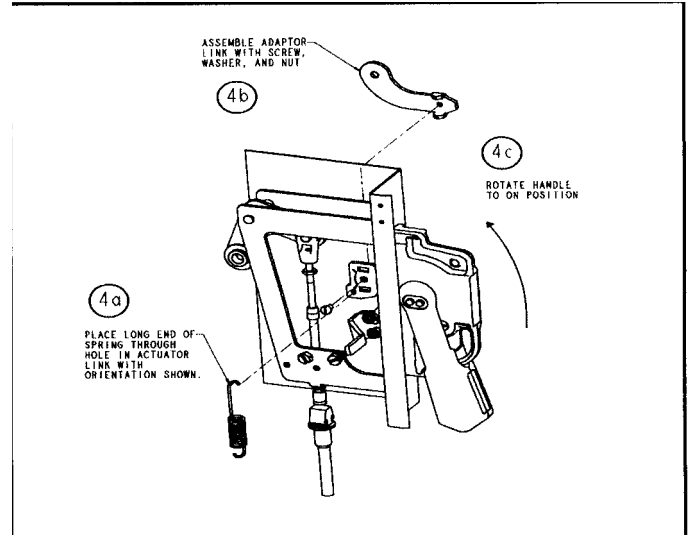

図 1-4 : スプリングおよびアダプタリンクのアクチュエータリンクへの取付け
4. スプリングの長い方の端をアクチュエータリンクの穴に通します。図 1-4 を参照してください。#10.32 SEMS ねじを使用してアダプタをアクチュエータリンクに取付けます。スプリングを取付ける際ハンドルを ON 位置まで回転させます。